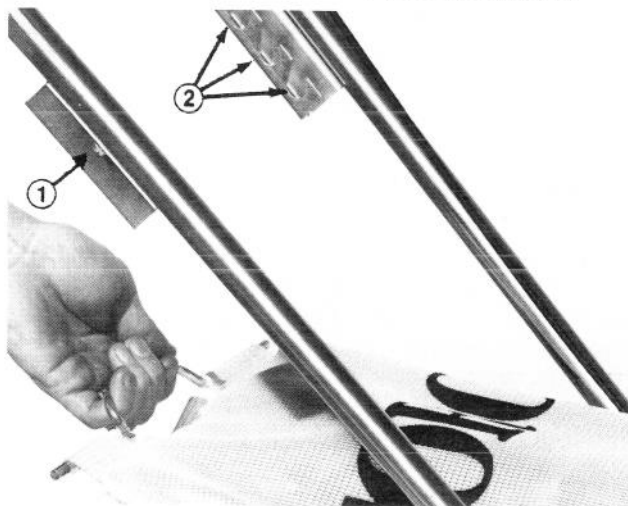

Figure 7
5. Accrochez l'arrière du sac dans le cran le plus haut des supports qui permettra au sac de s'adapter facilement (Fig. 7).